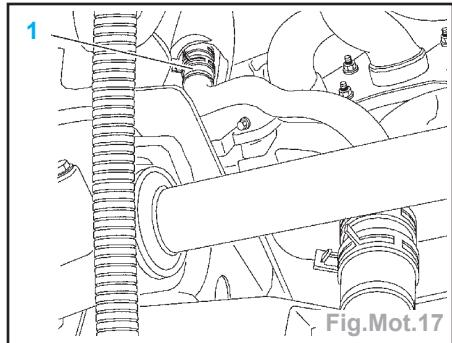

Fig.Mot.17
- Désaccoupler les durits de refroidissement (1) de l'arrière du boîtier de sortie d'eau (Fig.Mot.17).